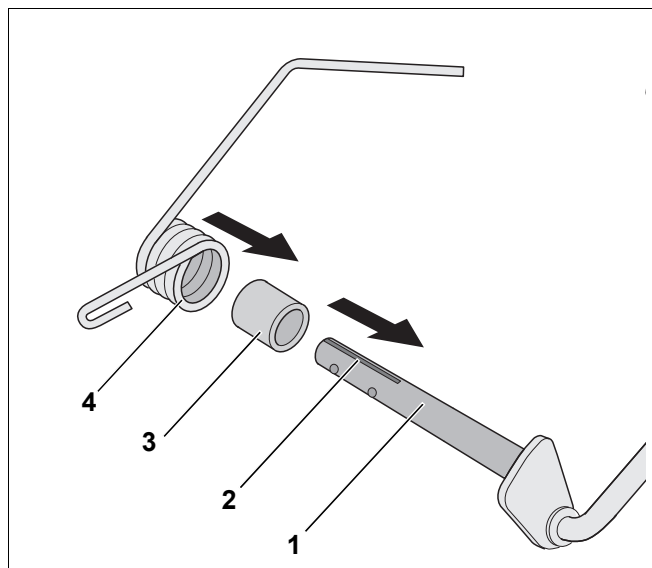
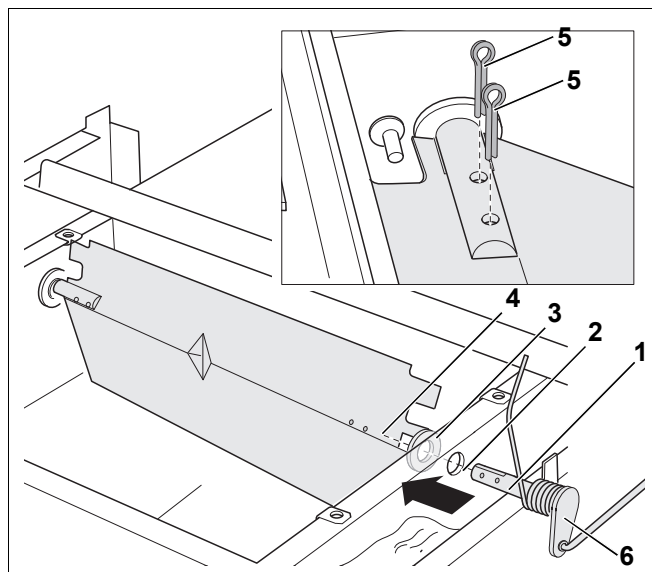

Рис. 7 Установка пружины/направляющей втулки
Рис. 8 Монтаж заслонки (здесь на G334)
- Наденьте направляющую втулку (рис. 7, [3]) на правую ось (рис. 7, [1]).
- Наденьте пружину (рис. 7, [4]), как показано на рис. 7, на правую ось (рис. 7, [1]).
Учтите, что в смонтированном состоянии рычаг кронштейна (рис. 8, [6]) должен быть направлен вниз, так как иначе будут перепутаны положения "ОТКРЫТО" и "ЗАКРЫТО".
- Вставьте правую ось (рис. 8, [1]) в правое отверстие прерывателя тяги (рис. 8, [2]).
- Наденьте распорную шайбу (рис. 8, [3]) на правую ось (рис. 8, [1]).
- Вставьте заслонку (рис. 8, [4]) в шлиц правой оси (рис. 7, [2]).
- Закрепите в правой оси (рис. 8, [1]) заслонку (рис. 8, [4]) прилагаемыми шплинтами (рис. 8, [5]).